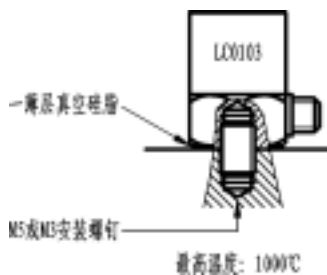
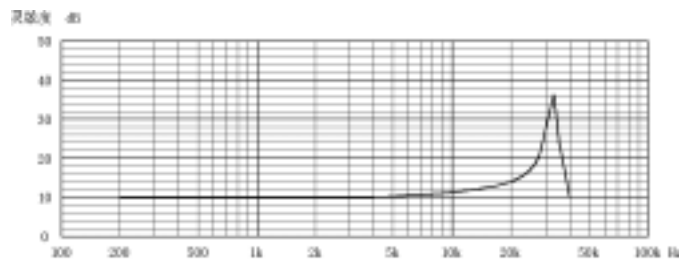

图 4 螺钉安装示意图
图 5 螺钉安装频响曲线图
(1)螺钉安装：安装螺孔轴线与测试方向要一致，螺纹孔深度不可过浅，以免安装螺钉过分拧入传感器，造成基座弯曲而影响灵敏度。每只压电加速度传感器出厂时都配有一只钢制安装螺钉 M5（或 M3），用它将加速度传感器和被测试物体固定即可。M5 安装螺钉推荐安装力矩 20kgf·cm，M3 安装螺钉推荐安装力矩 6kgf·cm。安装后传感器与安装面应紧密贴实，不应有缝隙。螺钉安装示意图及频响曲线图如图 4、图 5 所示：